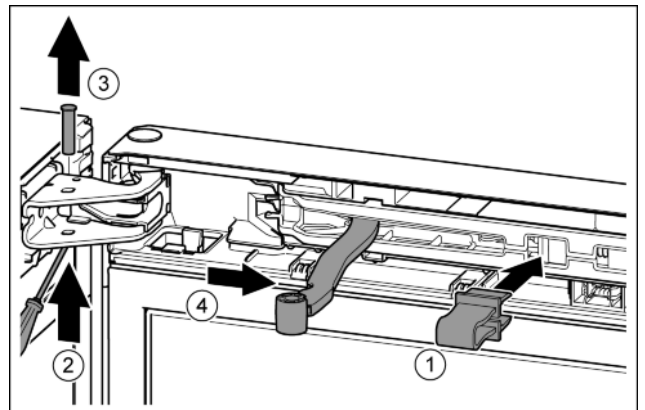

Fig. 10
- Фиксирайте предпазителя в отвора. Fig. 10 (1)
- С отвертката избутайте болта. Fig. 10 (2)
- Извадете болта нагоре. Fig. 10 (3)
- Завъртете шарнира в посока към вратата. Fig. 10 (4)